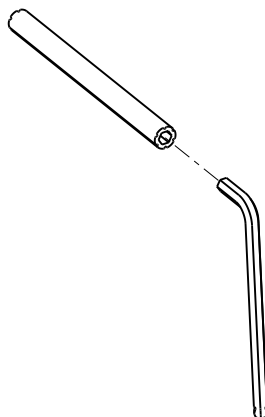

図 18 – 六角レンチと取り外しツールエクステンション
2. 中央カバーアセンブリから六角レンチおよび取り外しツールエクステンションを取り外します (図 18)。